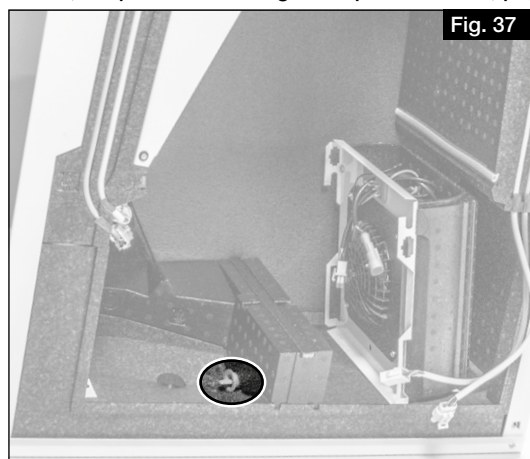

Fig. 37
① **Si la récupération de froid est activée, il faut retirer le bouchon situé sur la partie inférieure de l'appareil (voir Fig. 37) pour assurer l'évacuation des condensats (voir également le chapitre 4.3 „Installation du siphon à boule“, chapitre 4.3 „Montage du siphon à boule“, page 11).**